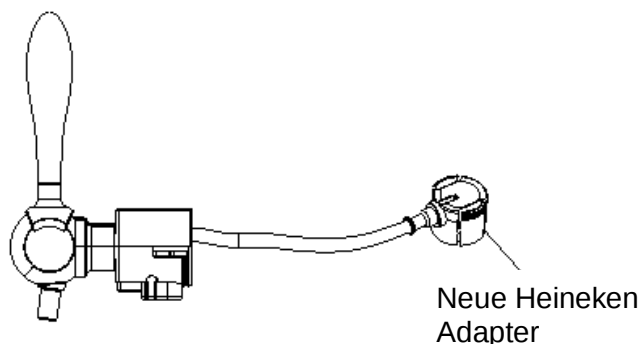

Abbildung 5 (nur für 5L Fass)
6. Richten Sie die Bierauslassventilvorrichtung senkrecht auf das Anschlusssteil des Bierfasses in der Mitte der Oberseite des Bierfasses aus, und drücken Sie sie sofort in das Bierfass. Wenn Sie ein Klicken hören, bedeutet dies, dass die Weinauslassvorrichtung korrekt am Bierfass befestigt wurde (siehe Abbildung 5 unten). Stellen Sie das Bierfass nach der Installation der Ventilvorrichtung in das Kühlfass der Maschine.
7. FÜR EIN 5L-FASS: Verbinden Sie den Bierschlauch mit dem Adapter (Neuer Heineken-Anschluss) mit dem Zapfhahn des Geräts. Schließen Sie dann den Adapter an den Bieranschluss des Zapfhahns an (Abbildung 5).